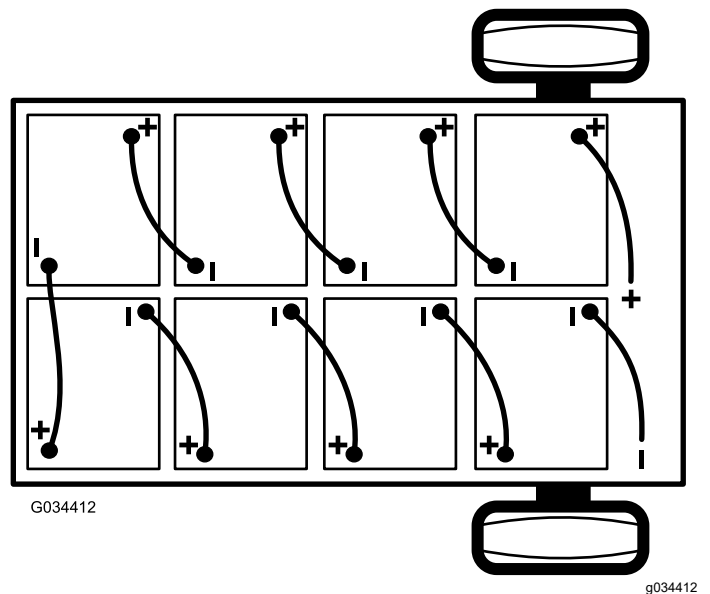

図 42
- バッテリーと車体のアース端子を接続しているメインのマイナスケーブル黒を、バッテリーから外す 図 42。
3. バッテリーと車体のメインコンタクトを接続しているメインのプラスケーブル赤を、バッテリーから外す 図 42。
注 バッテリーを新しく積み込む場合には、極性に十分注意してください 図 42。
- 図 42 に示すように、1 で外した中間接続ケーブルを使ってバッテリーを相互に接続する。
- 車体に接続されているメインのプラスケーブル赤を、バッテリーに接続する 図 42。
- 車体のアース端子に接続されているメインのマイナスケーブル黒を、バッテリーに接続する 図 42。